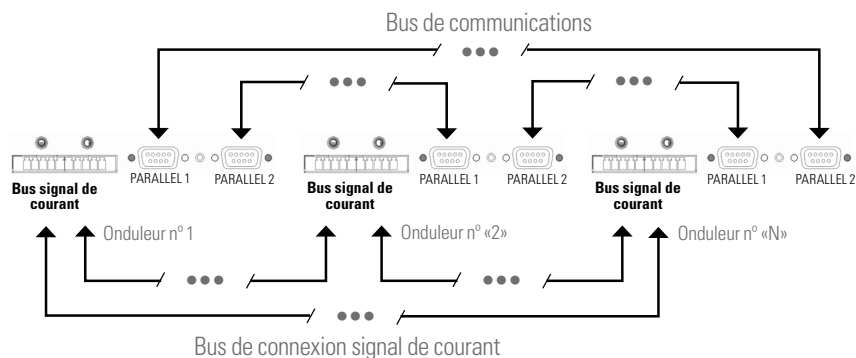

Fig. 66. Connexion bus de communication et signal de courant.
- **Bus de signal de courant.** Pour connecter le signal de courant entre deux équipements, veuillez utiliser le câble pourvu de connecteurs aux extrémités, comme il est illustré à la Fig. 66. Pour finir, il est essentiel de fermer la boucle du bus entre le dernier et le premier équipement.